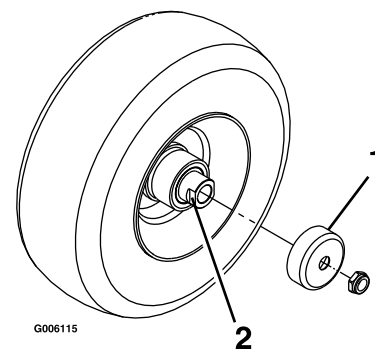

Bild 42
3. Entfernen Sie die Dichtungsabdeckungen von der Radnabe (Bild 42).